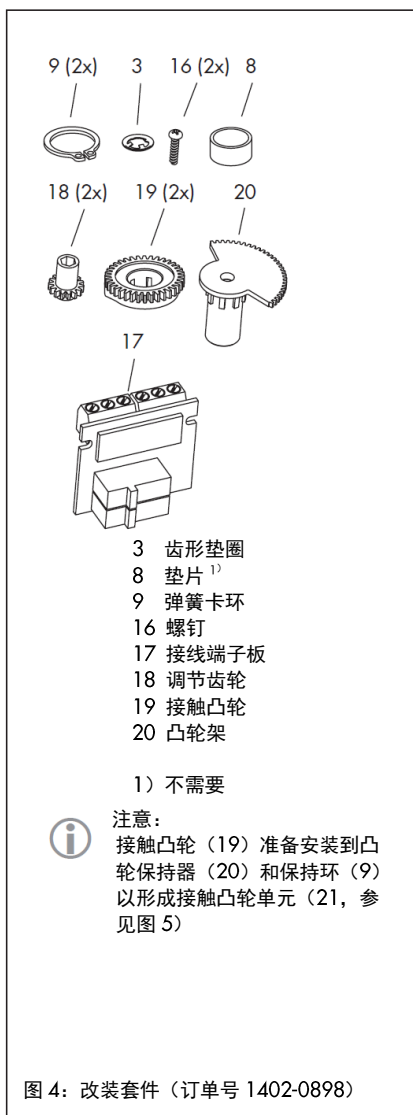

图 4: 改装套件（订单号 1402-0898）
（图 4）
4. 将接线端子板（17，见第 15 页图 4）以 45° 角（大约）放置，使端子板朝向中间板的边缘。旋转端子板的顶端直到其得到恰当支撑。